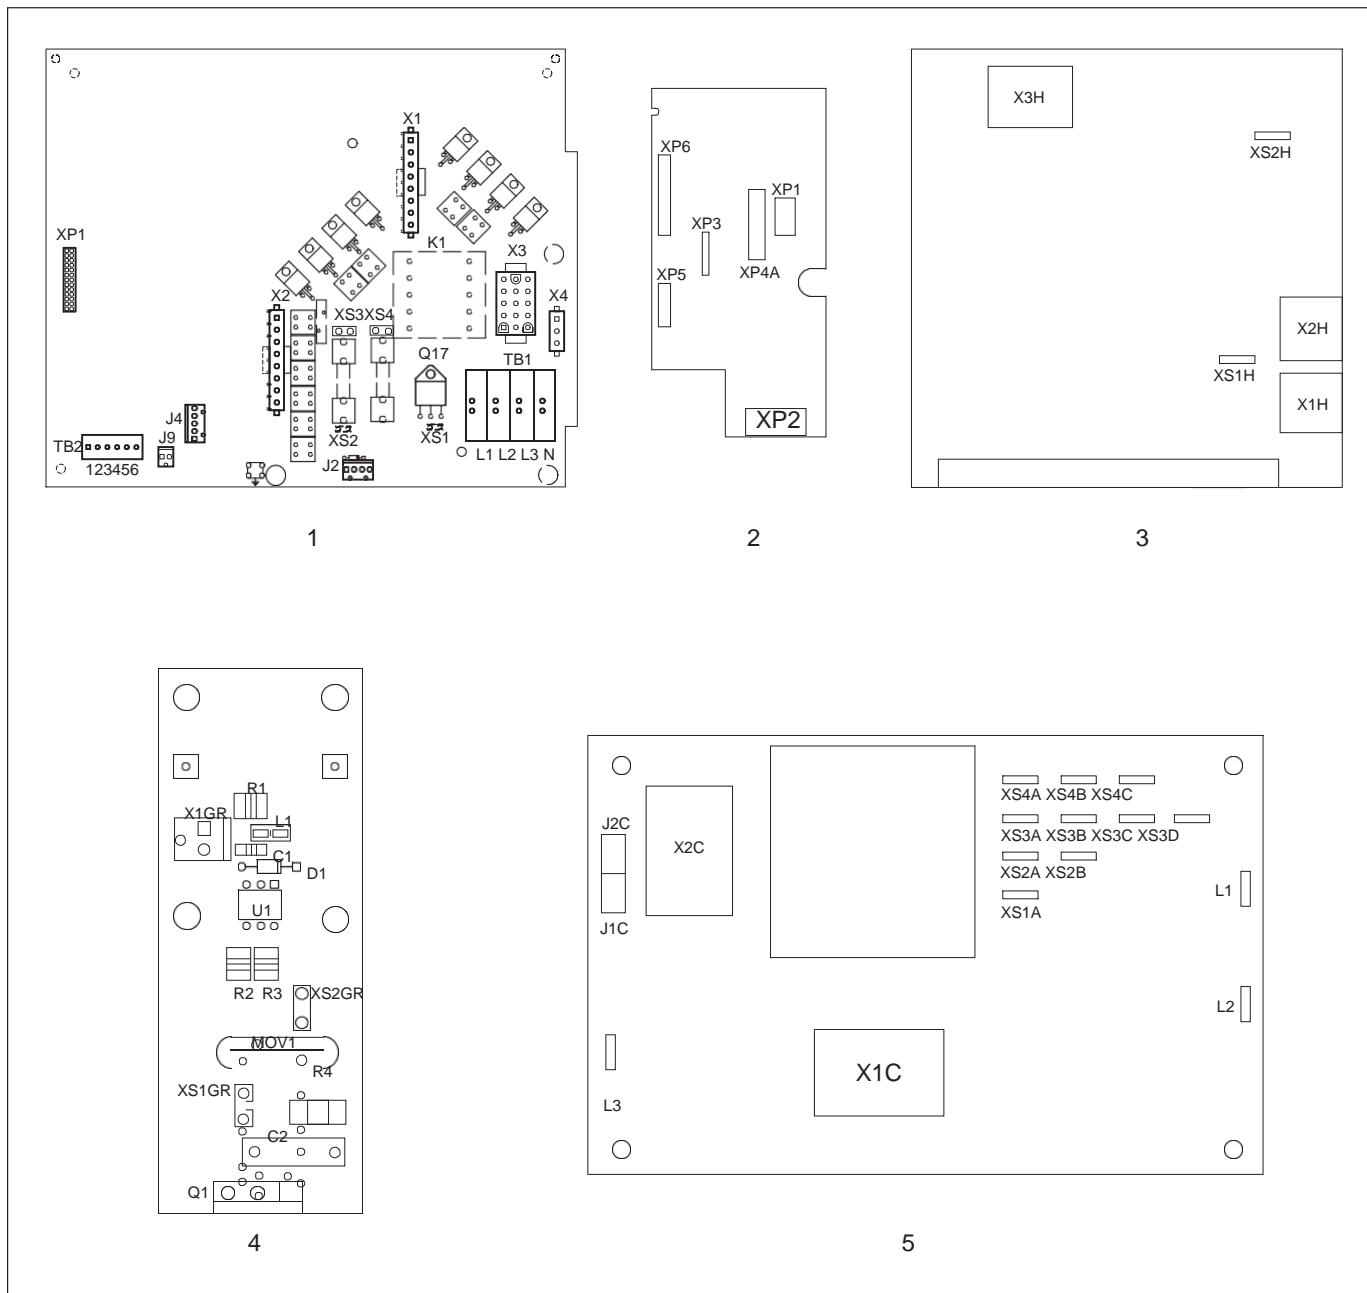

Fig. B 1-1 Localização dos Conectores nas Placas
3. Certificar que o tampões de tensão em X3 (e X4 se aplicável) na placa de potência está conectado. Ver a Figura B 1-1 para obter a localização do tampões de tensão.
5. Se o processador tem a placa contadora, certificar que o chicote correto da placa contadora está instalado. Ver a Figura B 1-1 para obter a localização do chicote da placa contadora. Ver a seção *Peças* para obter os números da peça.
3. Verificar o aquecedor medindo sua resistência nos pinos do chicote do conector do aquecedor. Ver a Tabela B 1-3 para determinar em que placa os conectores do aquecedor da zona estão localizados. Ver a Figura B 1-1 para obter a localização dos conectores nas placas. Remover o chicote do conector e medir a resistência nos pinos do chicote identificados na Tabela B 1-3.